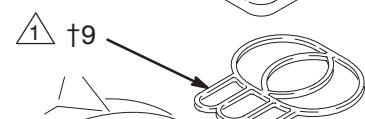

Рис. 11
5. Осмотрите пластину клапана (8■) прямо на месте. Если она повреждена, то воспользуйтесь отверткой с головкой под звездообразный ключ (T20) или торцовым ключом на 7 мм, чтобы выкрутить три винта (3). Снимите пластину клапана (8■) и, для моделей с центральным корпусом из алюминия, извлеките уплотнение (9). См. Рис. 11.
2. Для моделей с центральным корпусом из алюминия, вставьте уплотнение пластины клапана (9†) в канавку на нижней стороне углубления клапана. Скругленная сторона уплотнения **должна быть обращена вниз** в канавку. См. Рис. 11.
3. Установите пластины клапана (8■) в углубление. Для моделей с центральным корпусом из алюминия, пластина является реверсивной, так что любая сторона может быть обращена вверх. Вкрутите три винта (3), с помощью отвертки с головкой под звездообразный ключ (T20) или торцового ключа на 7 мм. Затягивайте до тех пор, пока нижняя часть винтов не выступит из корпуса. См. Рис. 11.